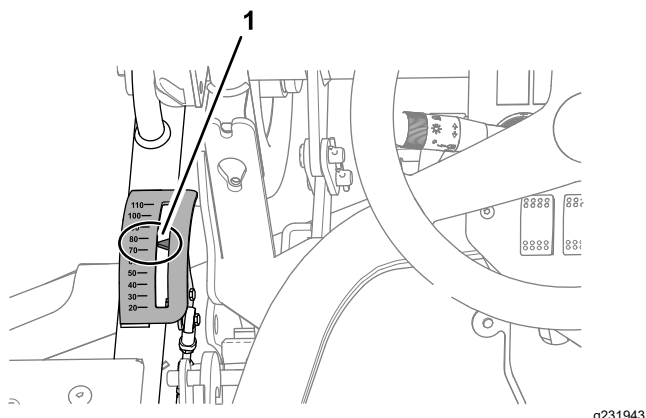
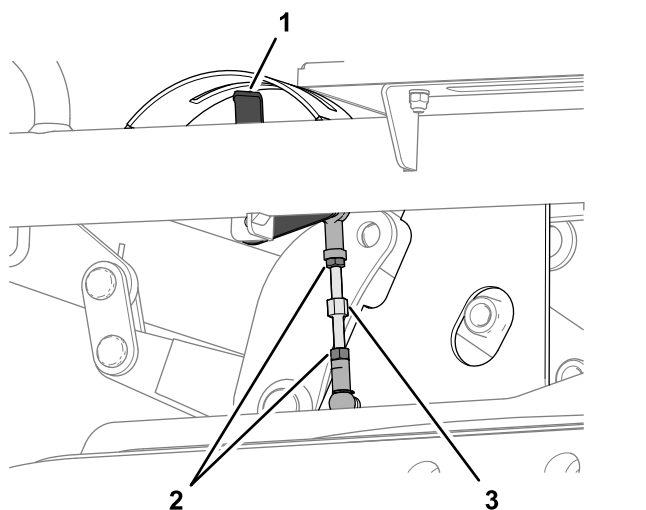

図 130
図 131
2. 運転席に座って刈高インジケータの示す位置を調べる 図 130。
- A. 刈高リンクを固定しているジャムナット2個をゆるめる 図 131。
- B. 運転席から見たときにポインタが 75 mm を指すように、リンクを回して調整する 図 130 と 図 131。
- C. ジャムナット2個を締める 図 131。